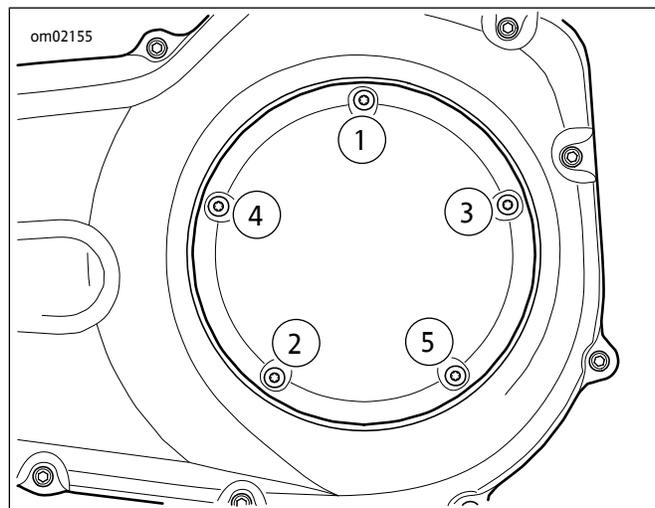

图2。离合器盖拧紧顺序
3. 参见图2。以星形模式拧紧螺丝(3)。
4. 参见图2。以星形模式拧紧螺丝(4)。